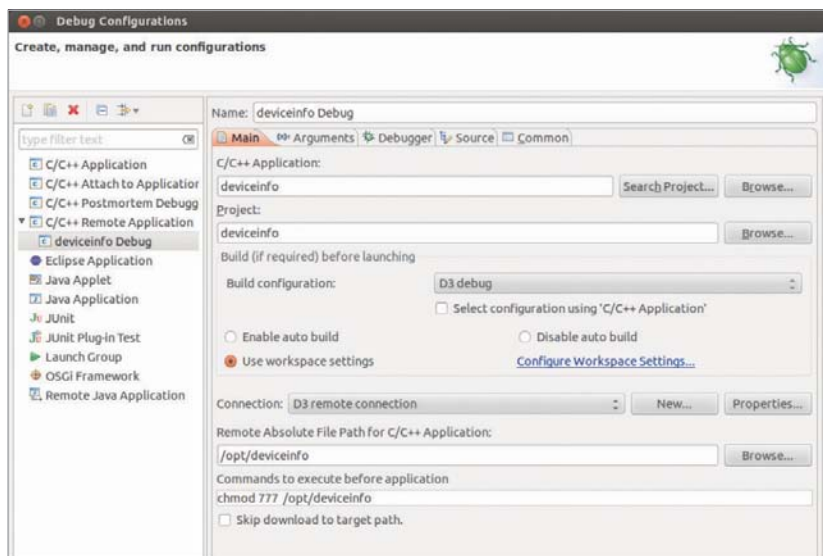

図28: デバッグコンフィギュレーション – Mainタブ
3. **Main**タブ(→82ページの図28)で以下の設定をします: